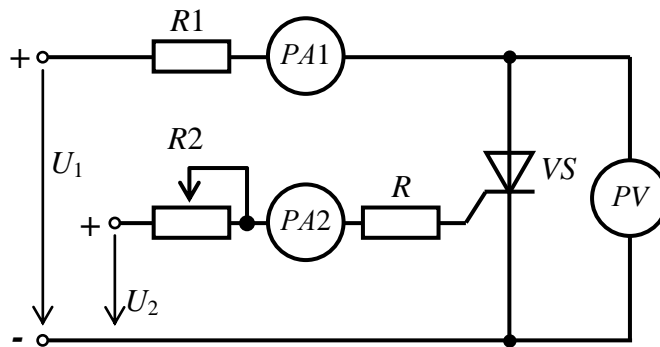

Рисунок 1 – Принципова електрична схема для дослідження ВАХ тріодного тиристора
- 1.2. Скласти принципову електричну схему для дослідження ВАХ тріодного тиристора (рис. 1), підготувати таблиці для запису результатів експериментальних досліджень.